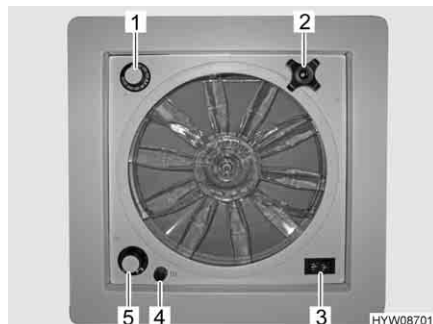

Fig. 40 Oblò con ventilatore
- ▷ Un fusibile da 4 A (Fig. 40,4) protegge da sovraccarico il motore del ventilatore. Se si verifica un sovraccarico: Per prima cosa individuare ed eliminare la causa (ad es. il ventilatore è sporco), poi sostituire il fusibile.
| Apertura oblò:                               | <ul style="list-style-type: none"> <li>■ Ruotare la maniglia girevole (Fig. 40,2), finché non si raggiunge l'angolo di apertura desiderato.</li> </ul>                                                                                                                                                                                                                                                                                                                                                                                                                                                                              |
| Aerazione/sfiato:                            | <ul style="list-style-type: none"> <li>■ Portare l'interruttore a levetta (Fig. 40,3) su "Aerazione" (flusso d'aria dall'esterno verso l'interno) o "Sfiato" (flusso d'aria dall'interno verso l'esterno).</li> </ul>                                                                                                                                                                                                                                                                                                                                                                                                               |
| Spegnimento del ventilatore:                 | <ul style="list-style-type: none"> <li>■ Portare l'interruttore a levetta (Fig. 40,3) sulla posizione centrale.</li> </ul>                                                                                                                                                                                                                                                                                                                                                                                                                                                                                                          |
| Impostazione della velocità del ventilatore: | <ul style="list-style-type: none"> <li>■ Posizionare l'interruttore girevole (Fig. 40,5) sul grado desiderato:0 = spento1 = lento2 = medio3 = veloce</li> </ul>                                                                                                                                                                                                                                                                                                                                                                                                                                                 |
| Impostazione della temperatura:              | <ul style="list-style-type: none"> <li>■ Ruotare il termostato (Fig. 40,1) fino alla battuta in direzione "blu".</li> <li>■ Una volta raggiunta la temperatura desiderata: Ruotare il termostato in direzione "rosso", finché il ventilatore non si spegne. Se la temperatura aumenta di nuovo, il ventilatore si riaccende.</li> </ul>                                                                                                                                                                                                                                                                                             |
| Sostituzione del fusibile:                   | <ul style="list-style-type: none"> <li>■ Ruotare il cappuccio nero (Fig. 40,4) di un quarto di giro in senso antiorario.</li> <li>■ Rimuovere con cautela il cappuccio tirandolo verso il basso. Il fusibile si trova sul retro del cappuccio.</li> <li>■ Controllare se il filo metallico del fusibile è strappato.</li> <li>■ Se necessario, sostituire il fusibile con cautela. Tipo e potenza nominale del nuovo fusibile devono corrispondere a quelli del fusibile originale.</li> <li>■ Inserire cappuccio e fusibile insieme.</li> <li>■ Stringere il cappuccio ruotandolo di un quarto di giro in senso orario.</li> </ul> |